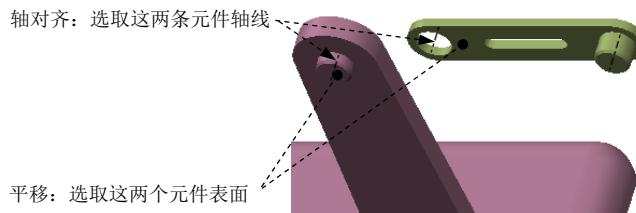
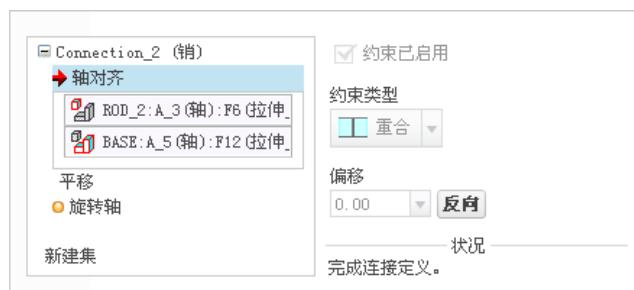

图 2.3.22 创建“销 (Pin)”连接
图 2.3.23 “放置”界面
(1) 在“元件放置”操控板的机械连接约束列表中选择 销 选项。
(2) 定义“轴对齐”约束。单击操控板中的 **放置** 按钮，分别选取图 2.3.22 中的两条轴线（连杆 2 中孔的中心轴线和基座右侧安装轴的中心轴线）为 轴对齐 约束参考，此时 **放置** 界面如图 2.3.23 所示。
(3) 定义“平移”约束。分别选取图 2.3.22 中的两个平面为 平移 约束的参考，以限制连杆在安装轴上的平移自由度，此时 **放置** 界面如图 2.3.24 所示。